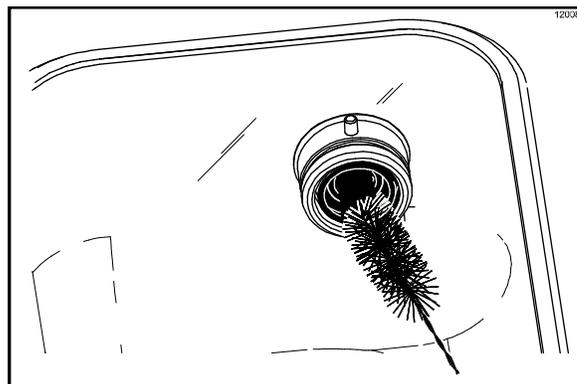

図109
5. 黒いブラシを使ってミックスホッパーの後部壁にあるドライブハブ開口部を洗います(図109を参照)。